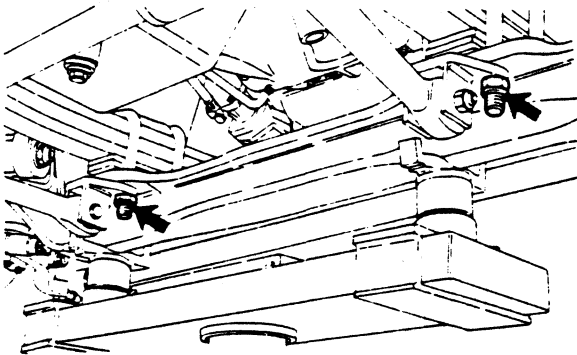

Fig. 5
- Ondersteun de vooras op een veilige manier m.b.v. een verrijdbare krik. Draai de veerstroepmoeren, zie de pijlen in Fig. 5, los en verwijder deze. Laat de vooras zakken totdat deze met de remtrommels op de vloer rust. Let hierbij goed op dat de vooras niet kantelt zo gauw deze vrijkomt van de veerstroepen!